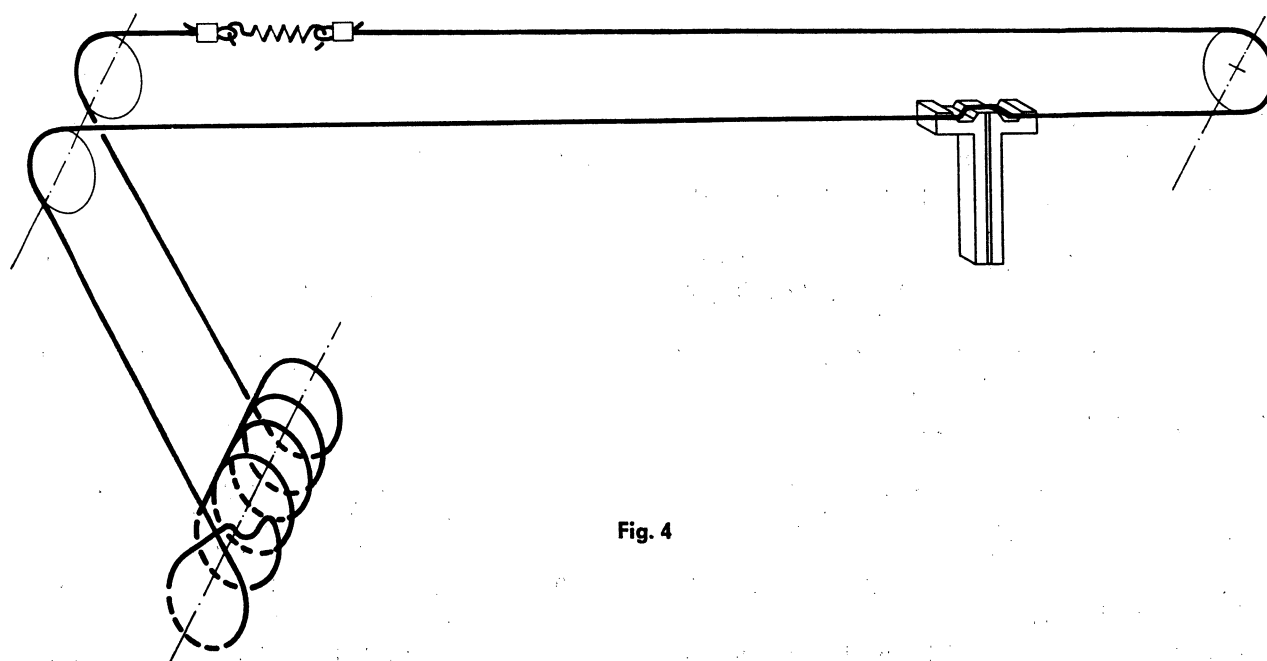

Fig. 4
- 4.4 Skalenseil (Länge ca. 0,76 m) nach Fig. 4 auflegen.
- 4.4 Place drive cable as shown in fig. 4 (length approx. 30").